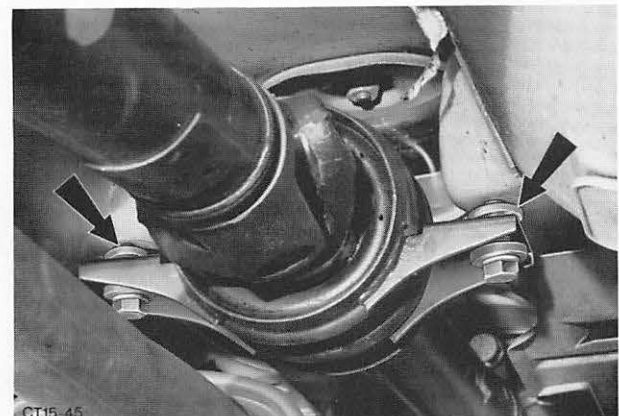

Abb. 116 Distanzscheiben zwischen Bodengruppe und Mittellagergehäuse
- a) Gelenkwellenmittellager mit beiden Befestigungsschrauben und Distanzscheiben zwischen Mittellagergehäuse und Bodenblech **lose** vormontieren. Abb. 116.